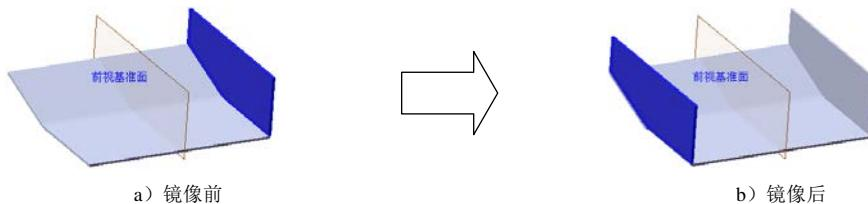

图 9.15 镜像 1
Step4. 创建图 9.15 所示的镜像 1。
- (1) 选择命令。选择下拉菜单 **插入(I)** → **阵列/镜向(E)** → **镜向(M)...** 命令。
- (2) 定义镜像基准面。选取前视基准面作为镜像基准面。
- (3) 定义镜像对象。选择边线法兰 1 作为镜像 1 的对象。
(4) 单击 \checkmark 按钮，完成镜像 1 的创建。